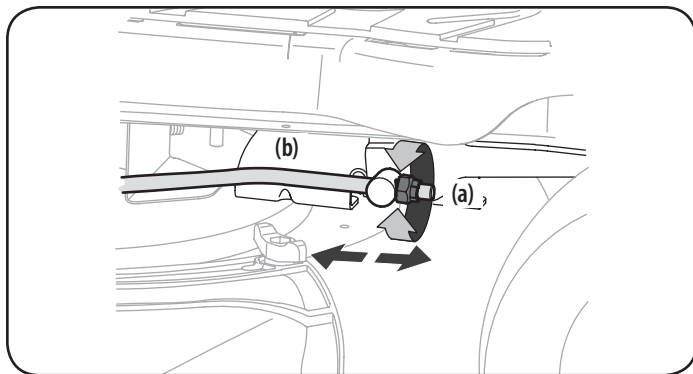

Figura 42
3. Ubique la tuerca de seguridad con brida en el extremo frontal de la varilla de elevación de la PTO (b). Consulte la Figura 42.